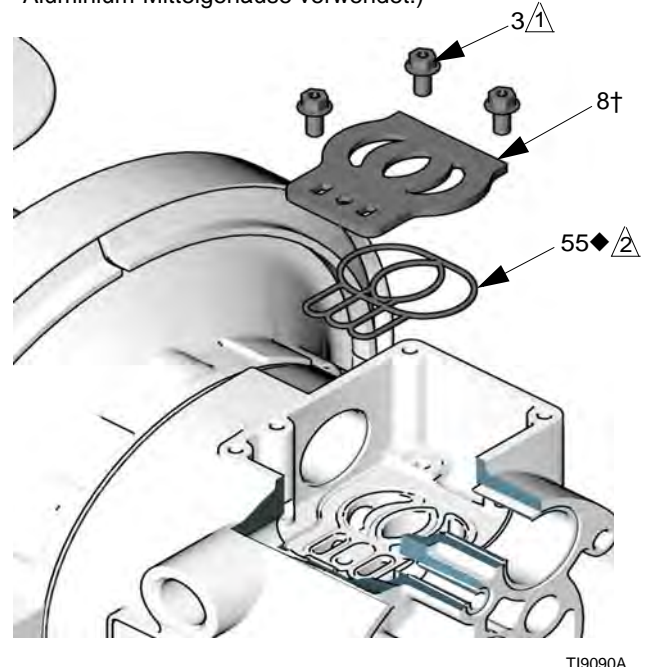

ABB. 8
5. Die Ventilplatte (8) an ihrem Platz untersuchen. Wenn sie beschädigt ist, mit einem Torx-Schraubendreher (T20) oder einem 7-mm (9/32 Zoll)-Steckschlüssel die drei Schrauben (3) entfernen. Die Ventilplatte (8) herausnehmen. Siehe ABB. 8.
2. An Modellen mit Aluminium-Mittelgehäuse die Ventilplattendichtung (55◆) in der Nut unten an der Ventilaussparung anbringen. Die abgerundete Seite der Dichtung **muss nach unten** in die Nut gerichtet sein. Siehe ABB. 8.
3. Die Ventilplatte (8†) mit der Dichtung nach unten in der Aussparung anbringen. Die drei Schrauben (3) mit einem Torx-Schraubendreher (T20) oder einem 7-mm (9/32 Zoll)-Steckschlüssel anbringen. Die Schrauben festziehen, bis sie am Gehäuse anstoßen. Siehe ABB. 8.